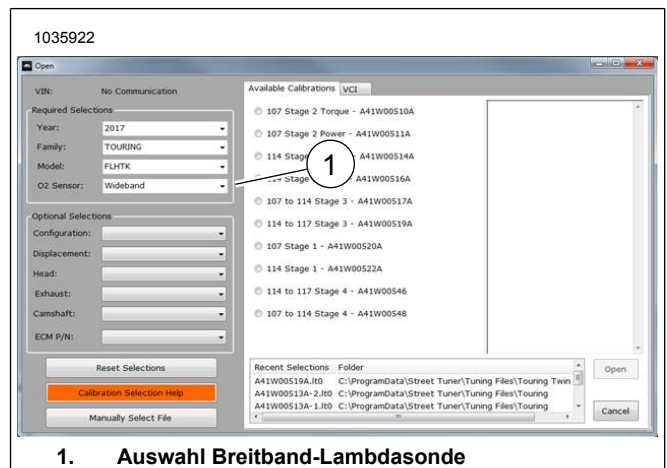

Abbildung 51. Auswahl Breitband-Lambdasonde
24. Siehe Abbildung 51. Den Screamin' Eagle Pro Street Tuner verwenden, um den Einbau abzuschließen. Beim Einbau dieses Satzes die neue ECM-Kalibrierung herunterladen. Bei der Auswahl einer herunterzuladenden Kalibrierung mit dem Screamin' Eagle Pro Street Tuner aus dem Drop-down-Menü „Breitband“ (Wideband) (1) für die Lambdasonde auswählen. Details zum Screamin' Eagle Pro Street Tuner finden Sie im Screamin' Eagle Pro-Katalog oder wenden Sie sich an einen Harley-Davidson Händler.